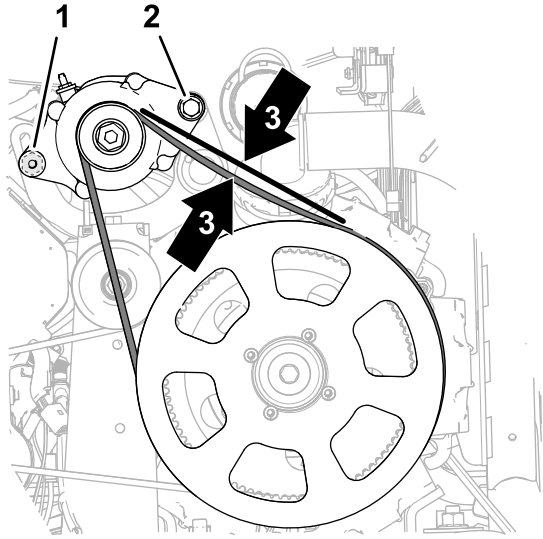

Figura 186
- Rode o alternador (Figura 186) para aumentar a tensão na correia até medir uma deflexão da correia de 9,5 mm quando aplica 4,5 kg a meio entre a polia do alternador e a polia da transmissão de 279 mm.